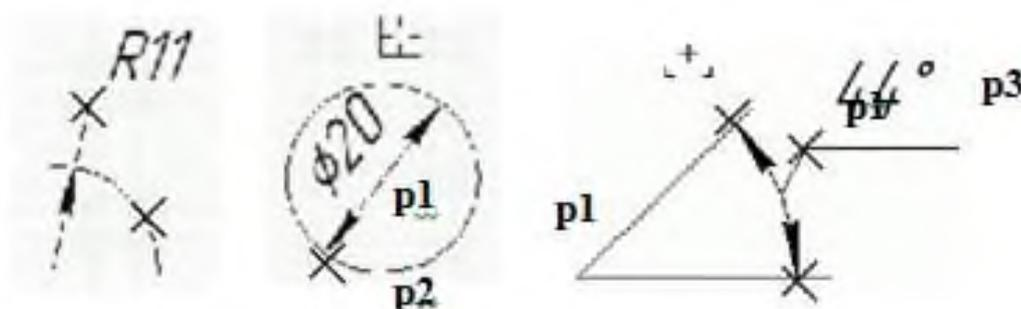

Рис. 2.10. Нанесение размеров дуги, диаметра окружности и углового разме-
2) указать графическим курсором точку на изображе- нии дуги или окружности – точка **p1** (рис. 2.10а, б);
- 2) указать графическим курсором точку на изображении первой прямой – точка **p1** (рис. 2.10в);
- 3) указать графическим курсором точку на изображении второй прямой – точка **p2** (рис. 2.10в);
- 4) указать графическим курсором точку, определяющую положение размерной линии – точка **p3** (рис. 2.10в).